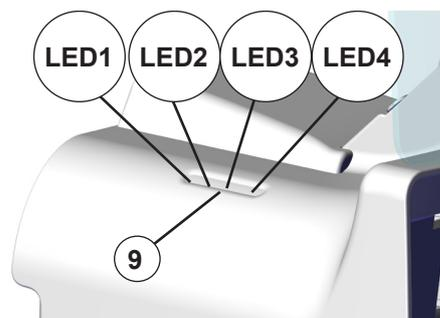

Рис. 2
*Для хранения оборудования в ящике можно изменить положение смотрового стекла. Для этого следует немного потянуть смотровое стекло вверх и перевести его назад, см. Рис. 2 (на первой странице).*